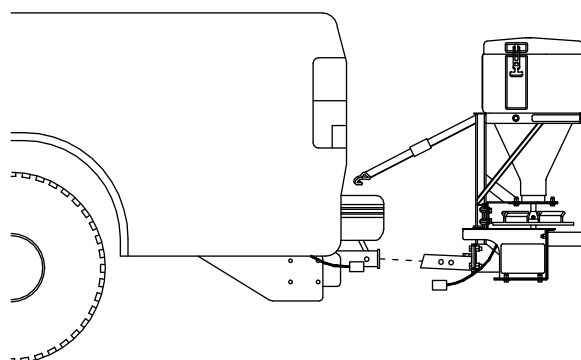

Figura 9
5. Retire el esparcidor del receptor del enganche del vehículo (Figura 9).